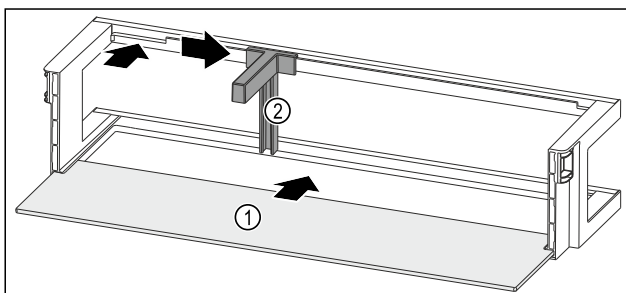

Fig. 121 Raft montat pe ușă cu raft
- ▶ Împingeți în interior raftul Fig. 121 (1) în degajările laterale.
- ▶ Introduceți suportul pentru sticle Fig. 121 (2) în degajare.
- ▶ Împingeți în lateral suportul pentru sticle Fig. 121 (2) în poziția dorită.